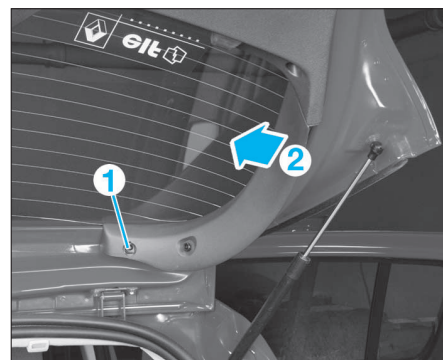

FIG. 91
- déposer les vis (1) (Fig.91),
- déclipser les garnitures latérales de hayon (2),